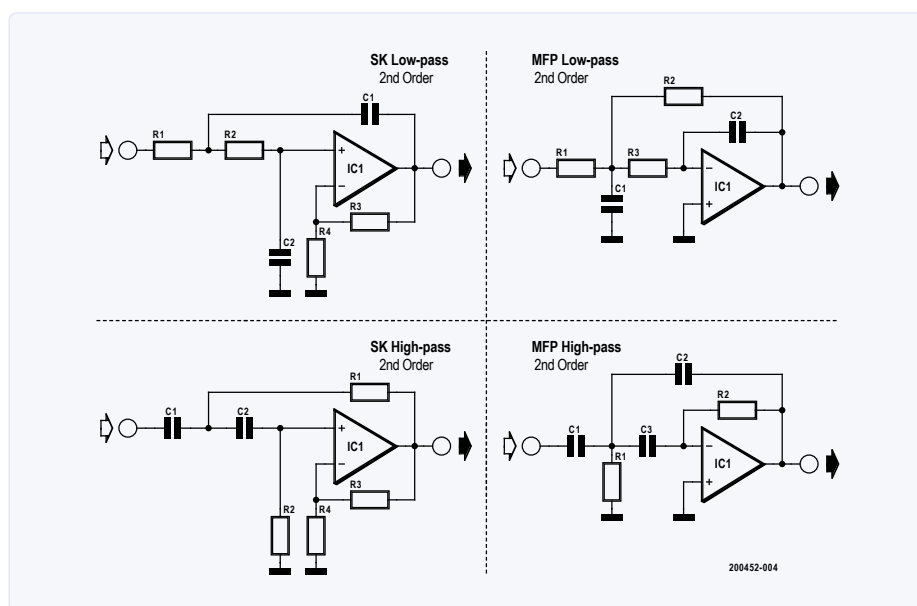
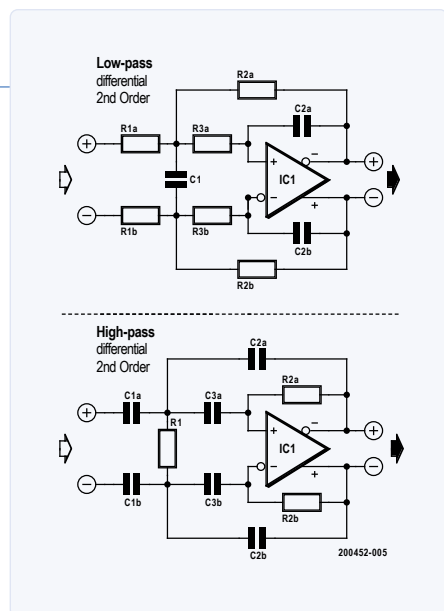

Figure 4. Principaux circuits de passe-haut et de passe-bas du 2^e ordre de type Sallen Key (SK) et Multiple Feedback (MFB).
Figure 5. Principaux circuits de passe-haut et passe-bas différentiels du 2^e ordre. Elles ne sont possibles que pour le type MFB.
Il existe deux structures différentes pour les filtres actifs du second ordre : le filtre Sallen-Key (SK), du nom de ses inventeurs, et un arrangement connu sous le nom de multiple feedback (MFB) à rétroaction multiple. La fig. 4 montre les deux structures pour un filtre passe-bas et un filtre passe-haut. Contrairement au filtre SK, un filtre MFB inverse le signal. Le gain dans la bande passante est déterminé par le rapport entre R3 et R4 dans les filtres passe-haut et passe-bas SK. Avec le passe-bas MFB, le gain de la bande passante est déterminé par le rapport entre R1 et R2 ; avec le passe-haut MFB, cependant, le gain de la bande passante dépend du rapport entre C1 et C2. Les filtres différentiels actifs du 2^e ordre ne peuvent être mis en œuvre que sous forme de structure MFB (fig. 5). Les principaux